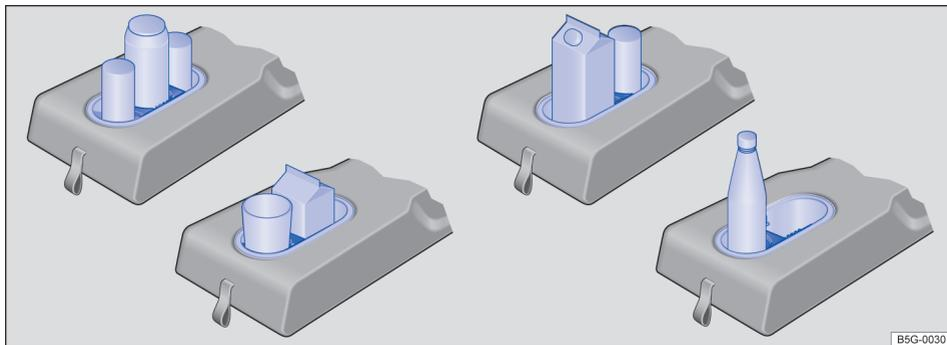
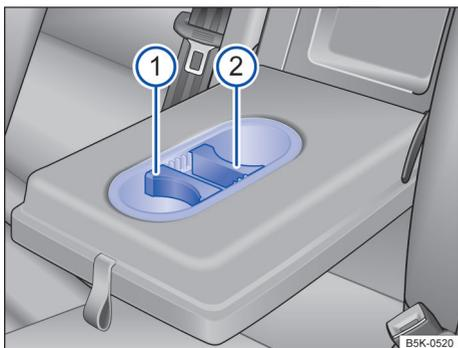

Fig. 13 No descanso-braço central traseiro: possibilidades de utilização do porta-copos.
Fig. 14 No descanso-braço central traseiro: porta-copos com elementos de ajustes ao tamanho dos recipientes.
- Para *ajustar* o porta-copos ao tamanho do recipiente, retirar os elementos de ajuste¹⁾ → Fig. 14 ① ou ② puxando-os para cima e re-inseri-los de acordo com o tamanho do copo → Fig. 13. Os elementos de ajuste podem ser instalados em várias posições.